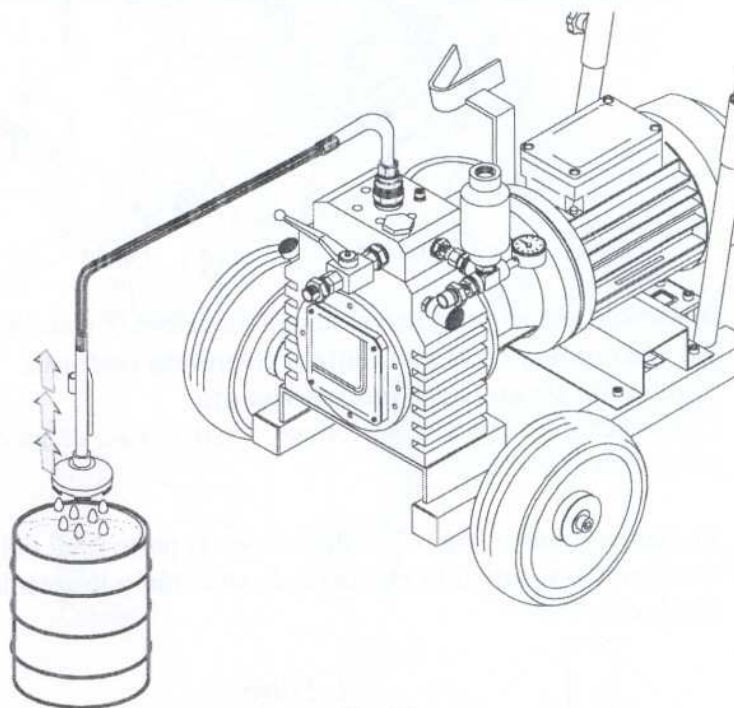

Fig.31
1) Saquen el tubo de aspiración del contenedor, teniendo cuidado de que no caiga el producto al suelo (fig. 31).